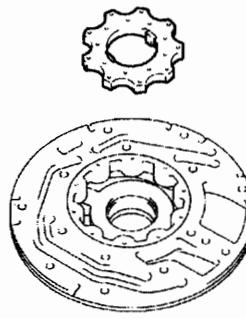

图 12-1-108
- (9) 如图 12-1-108 所示，拆下前机油泵驱动齿轮。